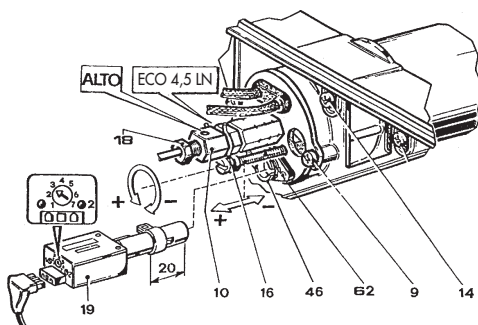

Abb. 8
- Die Flamme sowohl über die Einstellung der Luft mit der Schraube (13) und dem zugehörigen Stellring (12) als auch über Verschieben und Rückziehen des Düsenträgers (10) regulieren; für die letztere Einstellung die Schraube (62) betätigen.
- Es wird empfohlen, das Rohr vorzuschieben ("+"), um hohe Durchsätze nahe dem Höchstwert zu erreichen, und es für niedrige Durchsätze zurückzuziehen ("-") (siehe Abb. 8).